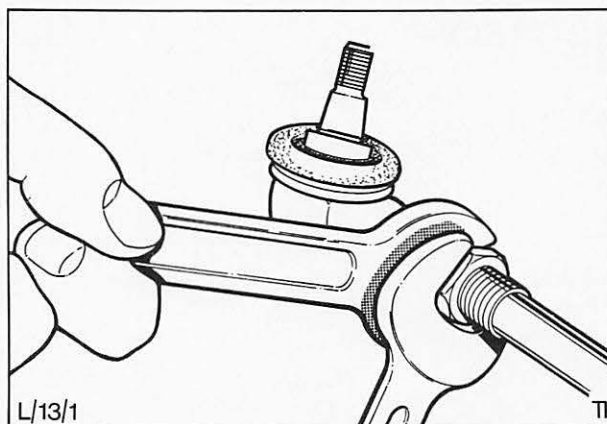

Abb. 22 Ausbau des Spurstangenendstücks
2. Kontermuttern lösen und Spurstangenendstücke abschrauben, Abb. 22 (Umdrehungen für den Wiedereinbau zählen).